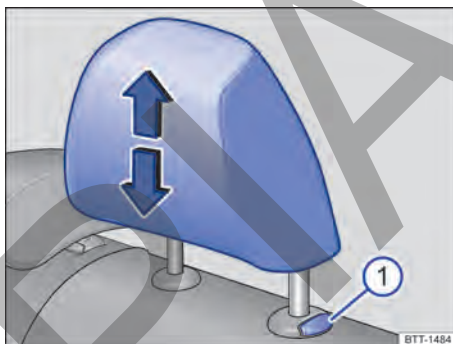
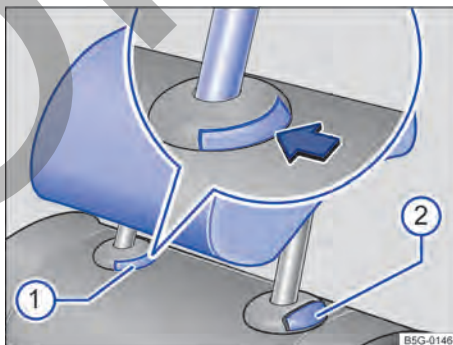

Fig. 68 En las plazas traseras laterales: desmontar el apoyacabezas.
Fig. 69 En la plaza trasera central: desmontar el apoyacabezas.
2. Extraiga el apoyacabezas completamente a la vez que presiona la tecla → Fig. 68  o → Fig. 69 .
2. Baje el apoyacabezas a la vez que presiona la tecla → Fig. 68 ① o → Fig. 69 ①.